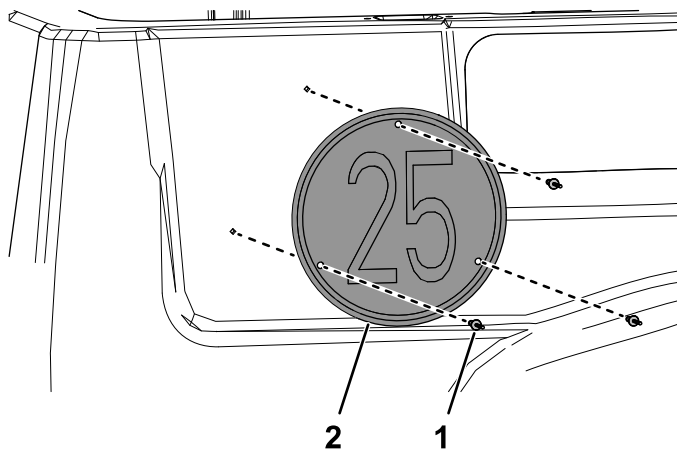

Рисунок 16
4. Установите табличку «Ограничение скорости» на боковой стороне грузового кузова с помощью 3 закладных заклепок (3/16 x 15/16 дюйма), как показано на рис. Рисунок 16.